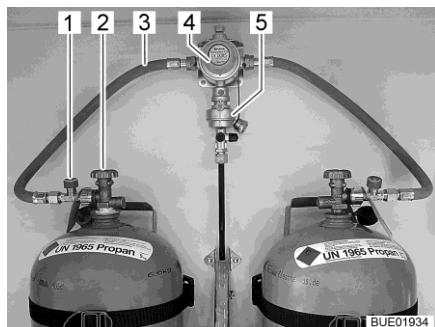
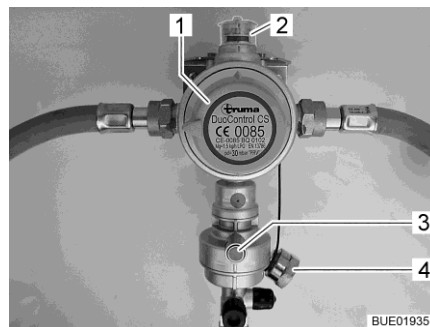
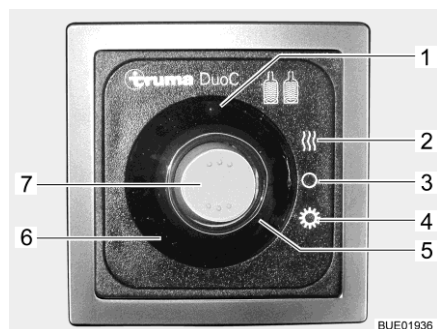

Bild 59 Gasflaskor med DuoControl
Bild 60 DuoControl-styrsystem
Bild 61 Kontrollenhet (DuoControl)
DuoControl-styrsystemet består av en omkopplingsventil (Bild 59,4) och en crashsensor (Bild 59,5). DuoControl-styrsystemet är monterat mellan gasslangarna (Bild 59,3) med slangbrottsäkring (Bild 59,1). Med vredet (Bild 60,1) på omkopplingsventilen ställer du in vilken gasflaska som ska användas som drifflaska och vilken som ska användas som reservflaska.
I fönstret (Bild 60,2) visas gasförsörjningens status:
Drift med bara en gasflaska är tillåten. Den öppna anslutningen måste dock förslutas med ett blindlock (Bild 60,4) i detta fall.
Crashsensorn stänger av gastillförseln vid kraftig vibration (t. ex. vid en krock). Crashsensorn aktiveras genom att trycka på den gröna resetknappen (Bild 60,3).
Slangbrottsäkringen (Bild 59,1) stänger av gasflödet om den anslutna slangen går sönder. Slangbrottsäkringen måste aktiveras genom att trycka på den gröna knappen. Den gröna knappen måste tryckas in tills trycket i slangen har byggts upp.
Gastillförseln via DuoControl-styrsystemet slås på och av på kontrollenheten (Bild 61). Gasflaskornas huvudavstängningsventiler (Bild 59,2) och gasavstängningsventilerna på apparaterna måste öppnas för hand. För att aktivera slangbrottssäkringen, se avsnitt "Slangbrottssäkring".
Sommar och vinterdrift ställs om med vippkontakten (Bild 61,7) på kontrollenheten.
De två kontrollamporna på kontrollenheten visar nivån i driftflaskan. När den gröna kontrollampan (Bild 61,6) lyser är driftflaskan tillräckligt full. När den röda kontrollampan (Bild 61,5) lyser är driftflaskan tom. Gasförsörjningen sker då med reservflaskan.
- Med vredet (Bild 60,1) på omkopplingsventilen väljs gasflaskan, som ska prioriteras (driftflaska). Vrid alltid vredet till stoppläget.
- Öppna huvudavstängningsventilerna (Bild 59,2) på gasflaskorna.
- Tryck på den gröna knappen på slangbrottssäkringen (Bild 59,1). I fönstret (Bild 60,2) visas den gröna markeringen.
- Slå på DuoControl-styrsystemet på kontrollenheten (Bild 61). Ställ för detta vippkontakten (Bild 61,7) på vinterdrift (Bild 61,2) eller på sommar-drift (Bild 61,4). Den gula kontrollampan avfrostning (Bild 61,1) lyser när vinterdrift väljs.
- Ställ vippkontakten (Bild 61,7) i läge AV (Bild 61,3). Kontrollampan släcks.
- Stäng huvudavstängningsventilerna (Bild 59,2) på gasflaskorna.
Om den gröna kontrollampan (Bild 61,6) slocknar under drift och den röda kontrollampan (Bild 61,5) tänds är driftflaskan tom och måste bytas ut. I fönstret (Bild 60,2) visas den röda markeringen. Gasförbrukarna försörjs med gas från reservflaskan.
- Vrid vredet (Bild 60,1) ett halvt varv i riktning mot den gasflaska som används för tillfället. Då blir denna gasflaska driftflaska och den tomma flaskan blir reservflaska. Markeringen i fönstret (Bild 60,2) växlar från rött till grönt.
- Stäng huvudavstängningsventilen (Bild 59,2) på den tomma gasflaskan. Beakta pilriktningen.
- Tryck på den gröna knappen på slangbrottssäkringen (Bild 59,1).